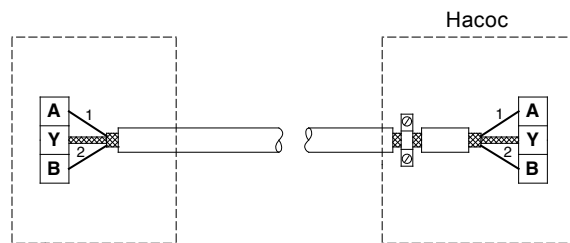

Рис. 13 Присоединение 2-жильного экранированного кабеля
- Если в существующей установке применялся экранированный 2-жильный кабель, его необходимо присоединять, как показано на рис. 13.